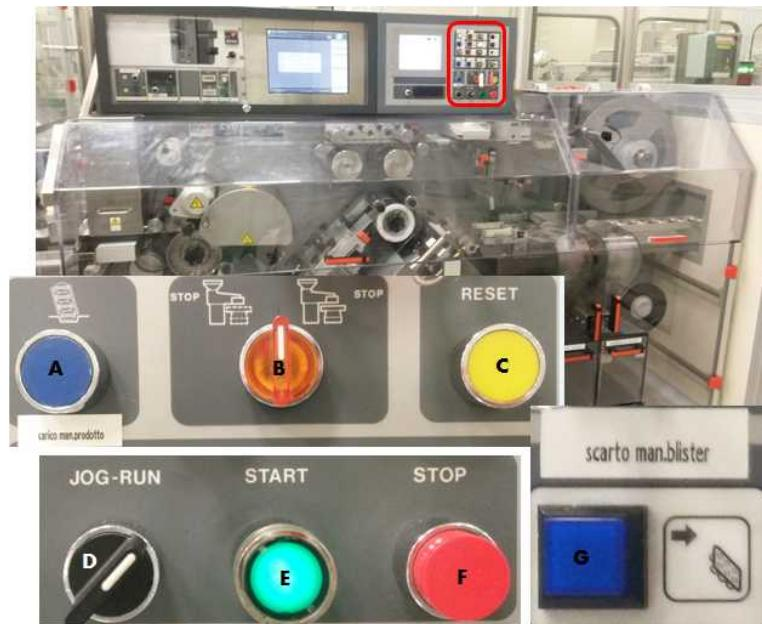

Figura 1
##### 5.2.1.1 Avvio della blisteratrice (figura 1)
- Svuotare il nastro alveolato ossia arrestare il caricamento impostando la manopola **B** (figura 1) a destra.
- Arrestare la marcia premendo il pulsante **F** "STOP" (figura 1).
- Svuotare il nastro alveolato ossia arrestare il caricamento impostando la manopola **B** (figura 1) a destra e terminare il confezionamento fino allo svuotamento del nastro alveolato presente in macchina.